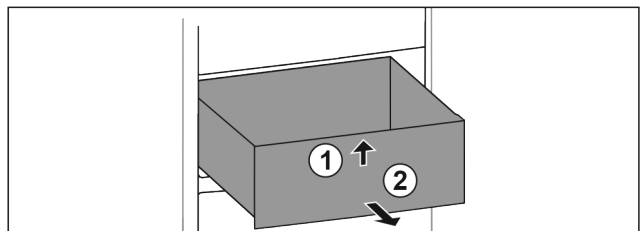

Fig. 67
- ▶ Lade aan de voorkant optillen. Fig. 67 (1)
- ▶ Lade naar voren toe verwijderen. Fig. 67 (2)